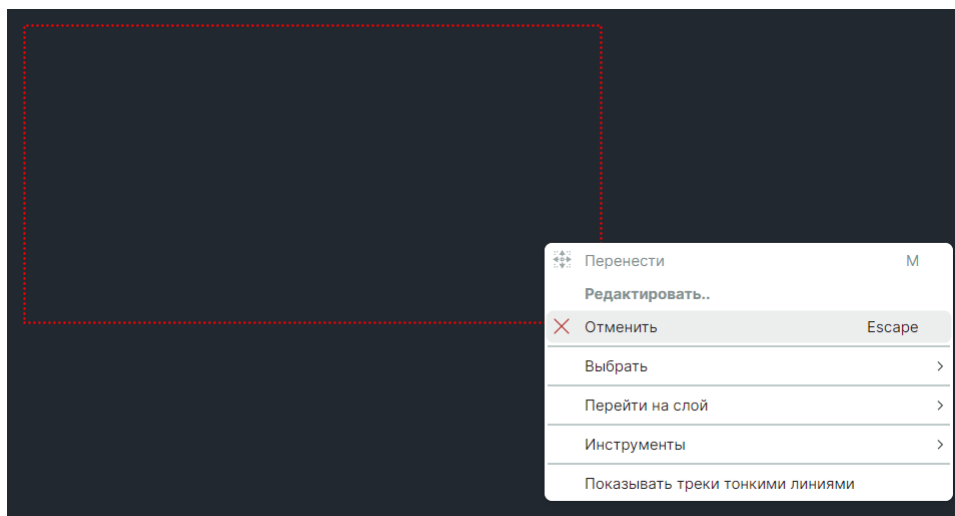

Рис. 428 Завершение работы инструмента
6. Для завершения работы инструмента «Разместить область металлизации» в контекстном меню выберите «Отменить», см. Рис. 428.